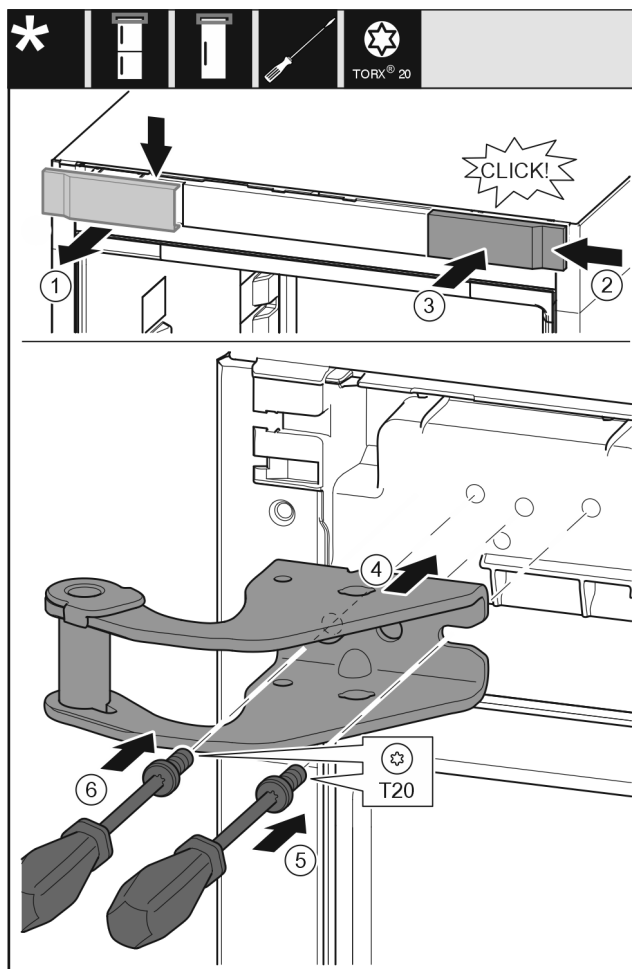

Fig. 32
- Tag afdækningen Fig. 32 (1) af oppefra og fremefter.
- Indsæt afdækningen Fig. 32 (2) på den anden side fra højre, drejet 180°.
- Lad afdækningen Fig. 32 (3) gå i indgreb.
- Påsæt det øverste hængsel Fig. 32 (4).
- Påsæt skruen Fig. 32 (5) med en skruetrækker, og skru den fast.
- Påsæt skruen Fig. 32 (6) med en skruetrækker, og skru den fast.